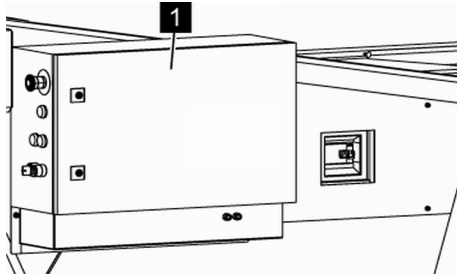

Fig. 176: Fermer la porte du boîtier de commande
4. → Fermer la porte du boîtier de commande (Voir la Fig. 176/1) et la verrouiller avec la clé à double panneton.